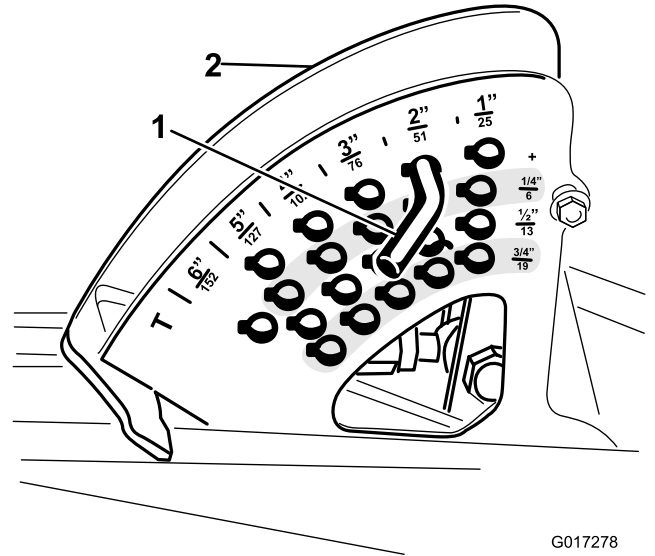

图3
3. 为了进行安装应留意剪草高度销在剪草高度支架中的位置图3。从剪草高度支架取下剪草高度销。
6. 将剪草高度销按照所需剪草高度装入剪草高度支架 图3。